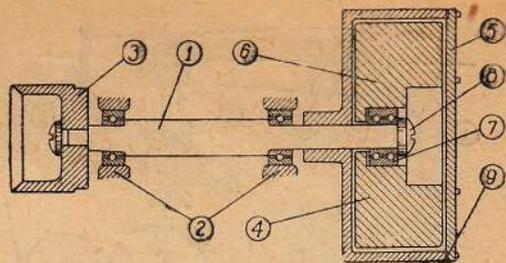

Рис. 2. — Схематическое изображение масляного фильтра (стабилизатора) блока «КБ-2»
Конструкция фильтра схематически изображена на рис. 2.
Благодаря установке всей вращающейся системы гладкого барабана (1) на шариковых подшипниках (см. также рис. 2) сила, приложенная к гладкому барабану со стороны кинофильма на преодоление вращения, будет весьма незначительна.